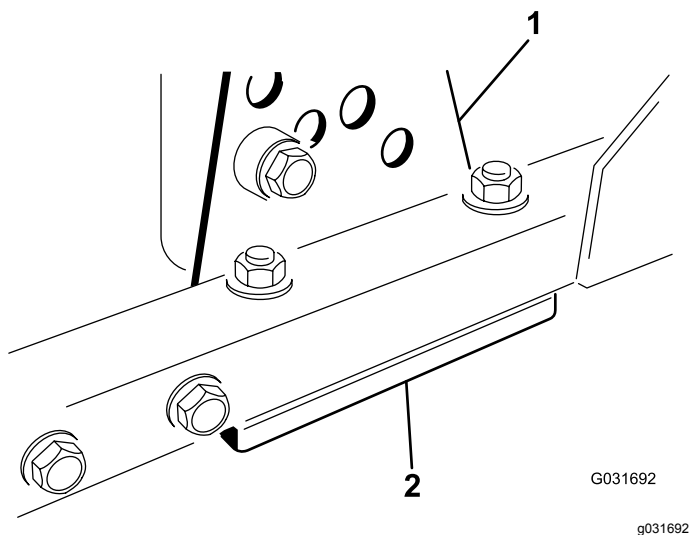

Figura 95
1. Retire o suporte da altura de corte (frente, esquerda ou direita) da estrutura da plataforma (Figura 95).
2. Ajuste os calços de 1,5 mm e/ou de 0,7 mm entre a estrutura da plataforma e o suporte para obter a definição de altura pretendida (Figura 95).